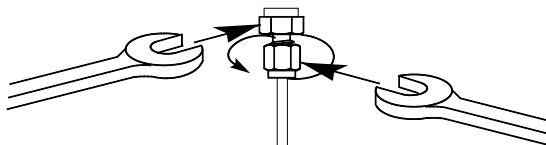

Figure 56. Serrage final
- 8 Pour des raccords Swagelok de 1/8 de pouce, utilisez une paire de clés plates de 7/16 de pouce pour serrer le raccord de 3/4 de tour. Voir **Figure 56**.
Pour les raccords de 1/4 de pouce, utilisez une paire de clés de 9/16 de pouce pour serrer le raccord de 1-1/4 de tour (comme indiqué **Figure 56**).